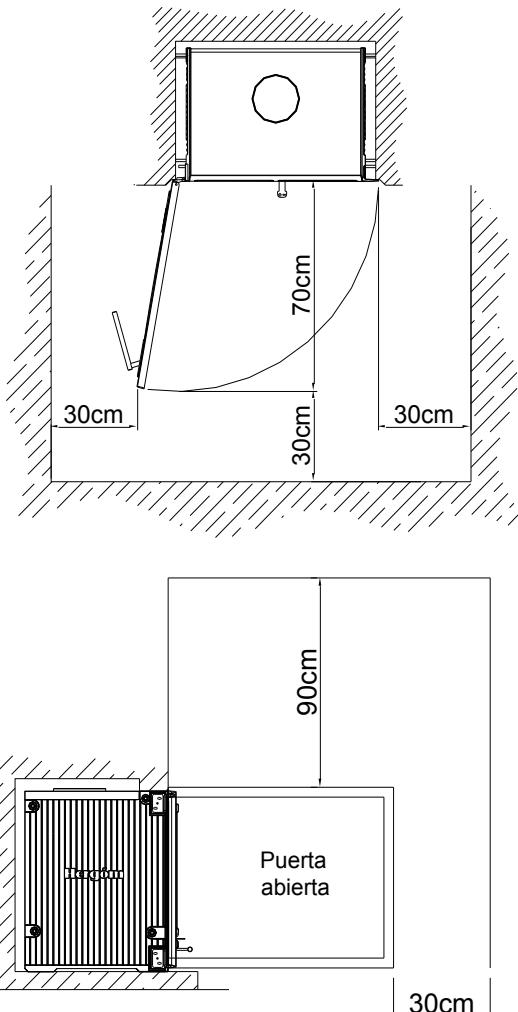

FIG. 9
- Mantenga alejado cualquier material combustible (muebles, cortinas, ropa, etc.), a una distancia mínima de seguridad de 0,90m. (Fig. 9)